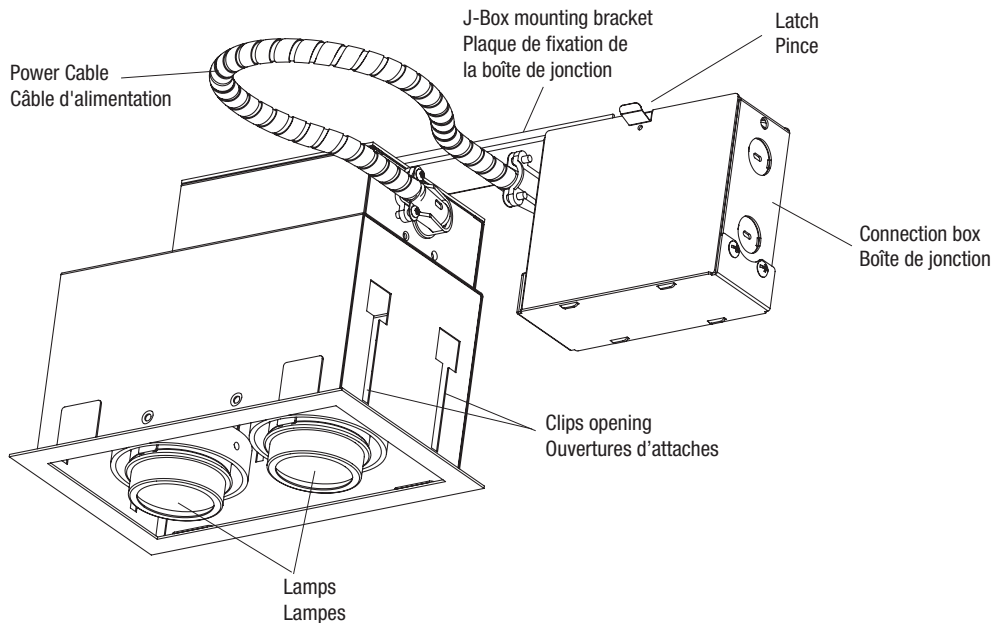

Fig. 1
3. Remove junction box cover by opening the latch (Fig. 1). Connect the appropriate DC wiring to the luminaire's junction box and make all connections as required by local electrical codes. Connect the grounding conductor to the green grounding wire inside the junction box. Close the junction box cover.
3. Retirer le couvercle de la boîte de jonction en ouvrant la pince (Fig. 1). Brancher le câble d'alimentation CC approprié à la boîte de jonction du luminaire et procéder à tous les branchements requis par les codes électriques locaux. Brancher le conducteur de mise à la terre au fil vert de mise à la terre l'intérieur de la boîte de jonction. Fermer le couvercle de la boîte de jonction.